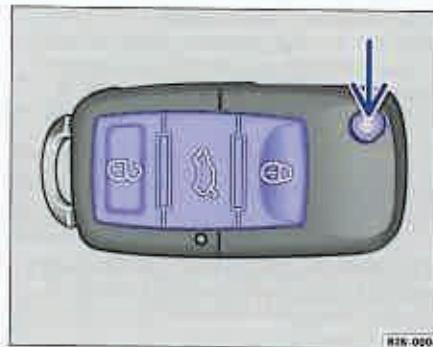

Fig. 24 Tastele din telecomandă.
- Apăsați tasta [🔓] ⇒ fig. 24 de pe telecomandă pentru a descuria toate ușile și hayonul.
De la tasta telecomenzii ⇒ fig. 24 (săgeata) se deblochează inelul cheii.
- Apăsați tasta ⇒ pagina 43, fig. 24" din telecomandă.
Dacă acționați deseori tasta ⇒ pagina 43, fig. 24" în afara zonei de acțiune a telecomenzii,
La apăsarea tastei ⇒ pagina 43, fig. 24" din telecomandă o singură dată, se deschide numai ușa conducătorului.